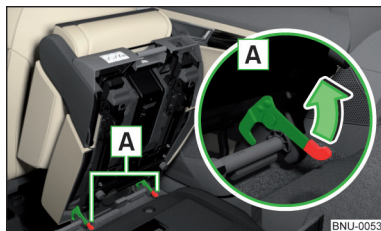

Fig. 87
- Bloquee el asiento al final de las barras guías presionando los bloqueos del asiento **A** en el sentido de la flecha » **fig. 87.**
- Si el asiento está desmontado, colóquelo primero sobre las barras guías y bloquéelo con los bloqueos de asiento **A** » **fig. 87 de la página 89.** Verificar si el asiento está correctamente bloqueado tirando de él.